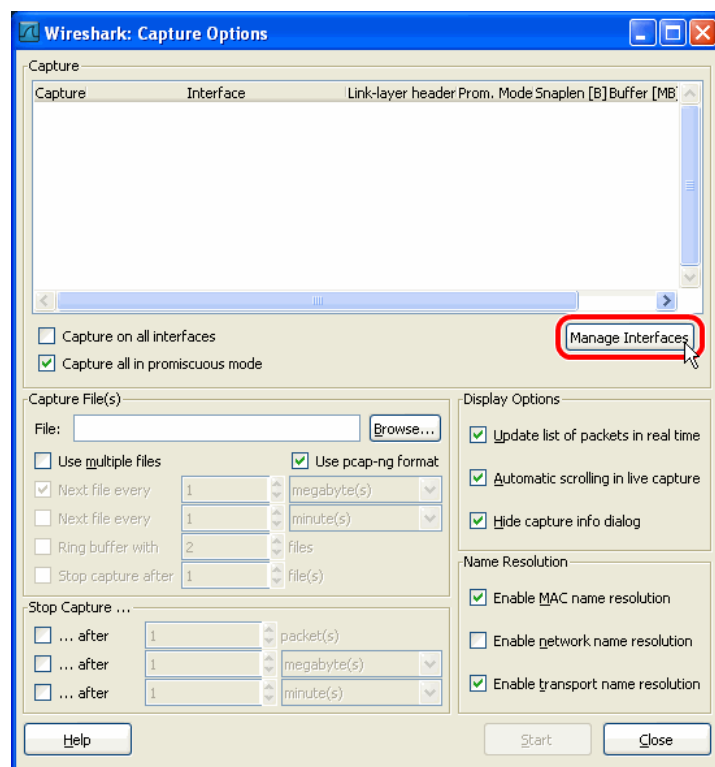

Abbildung 162: Wireshark Capture Options Dialog.
1. Öffnen Sie Wireshark und wählen Sie das Menü **Capture → Options...**. Das öffnet den Dialog **Capture Options** wie in Abbildung 162 dargestellt.